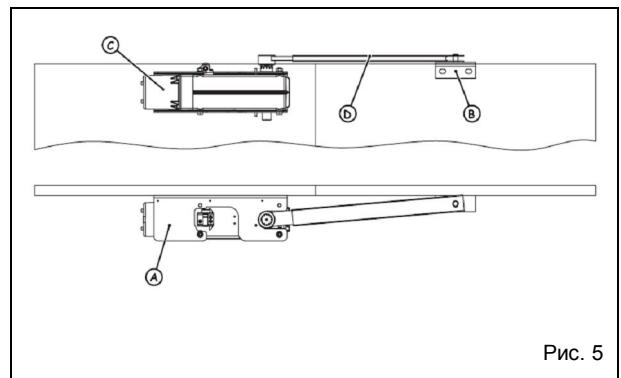

Рис. 5
- 4) Установить редукторный двигатель С на крепёжный кронштейн А и закрепить прилагаемыми болтами с шайбами и гайками (рис. 5). ПРИМЕЧАНИЕ. Установить привод валом-шестерней вверх.